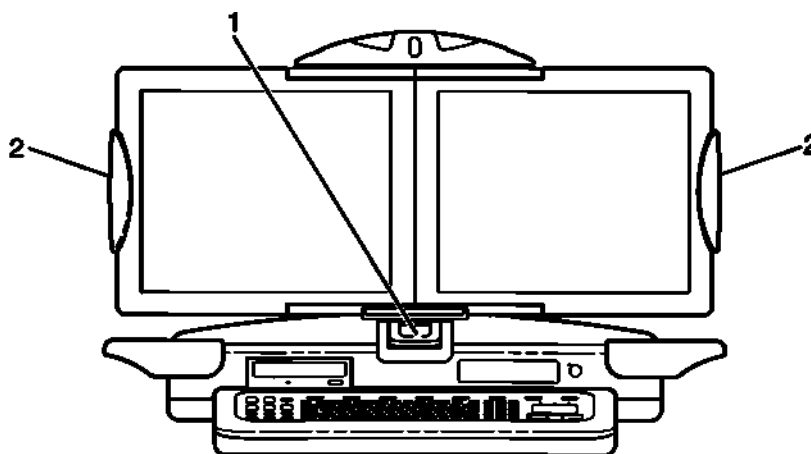

Рисунок 2-4. Позиционирование мониторов
3. Используя рукоятки монитора, разместить мониторы лицевой частью вперед и зафиксировать их при помощи защелок (см. Рисунок 2-4). Следить за руками и пальцами при креплении монитора, чтобы избежать защемления.